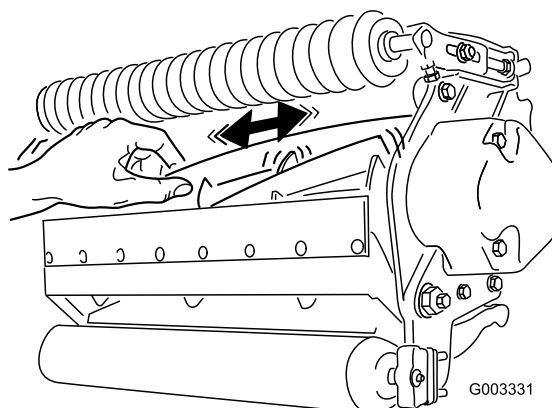

Bild 23
2. Halten Sie das Spindelmesser mit einem dicken Handrad oder einem Lappen fest und versuchen Sie, die Spindel von einer Seite zur anderen zu bewegen (Bild 23).